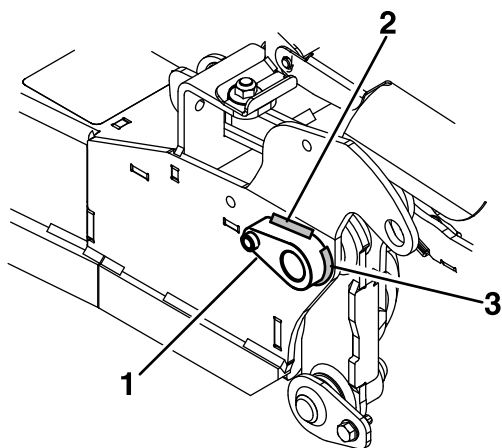

Figura 7
5. Suelde el espaciador del pasador a la parte delantera de la carcasa central en los lados derecho e izquierdo, como se muestra en la Figura 7. Elimine las salpicaduras de soldadura.